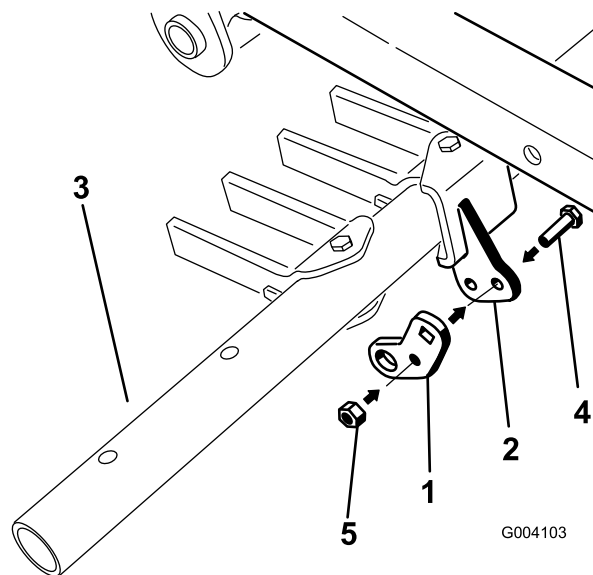

Bild 14
2. Befestigen Sie das mittlere Loch an der Schwenklasche mit einer Schraube (5/16" x 1") und Sicherungsmutter (5/16") an der Schwenkhalterung an der Werkzeugleiste (Bild 14).